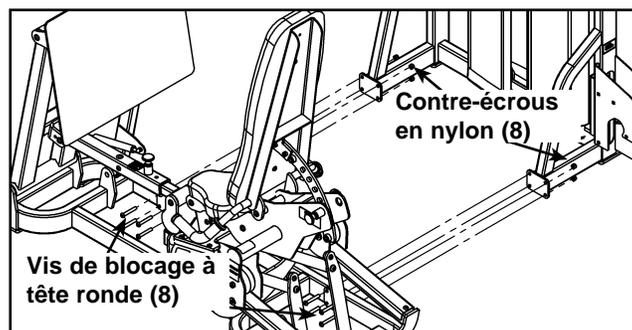

Figure 4
K. En vous faisant aider, retirez avec précaution les huit vis de blocage à tête ronde fixant les deux moitiés du châssis. Reportez-vous à la figure 4.
M. En vous faisant aider, assemblez les deux moitiés avec précaution à l'aide des huit vis de blocage à tête ronde retirées à l'étape 4K. Reportez-vous à la figure 4.